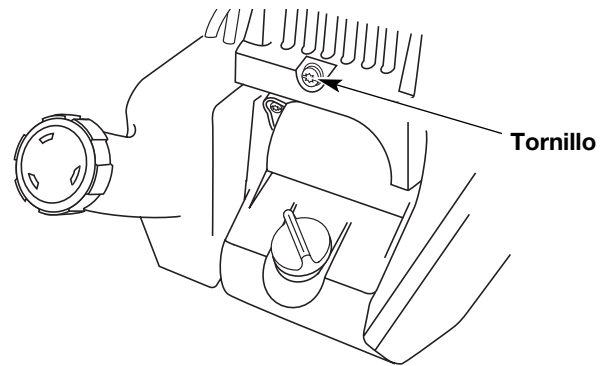

Fig. 26
2. Saque el tornillo que está detrás de la cubierta del motor (Fig. 26).